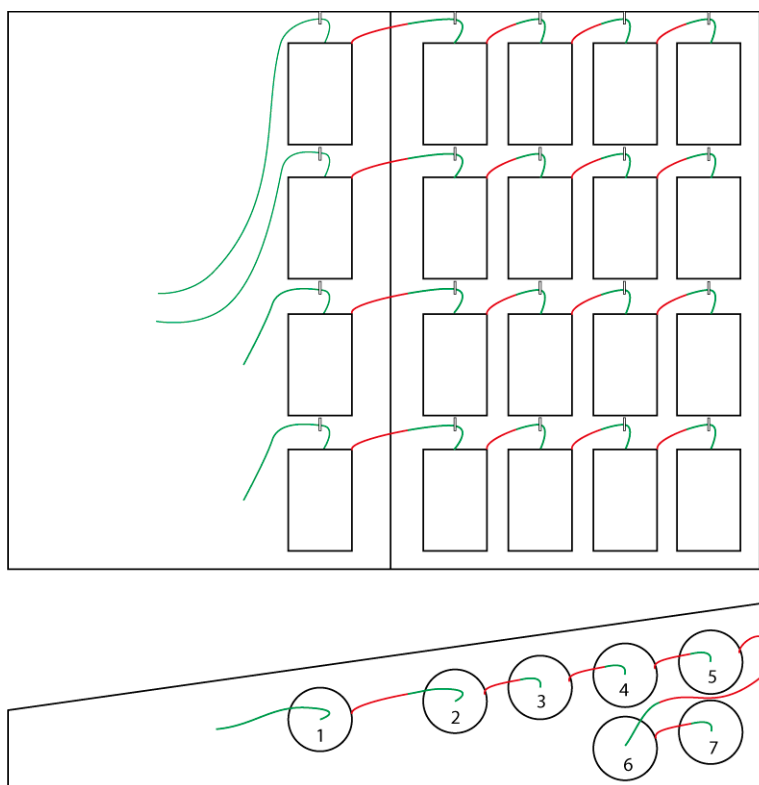

Fig. 37 Charger et attacher les bobines de ficelle
- Placez les bobines de ficelle dans les bacs de l'armoire, comme sur « Fig. 37 Charger et attacher les bobines de ficelle » à la page 62.
- Voir « Fig. 37 Charger et attacher les bobines de ficelle » à la page 62.